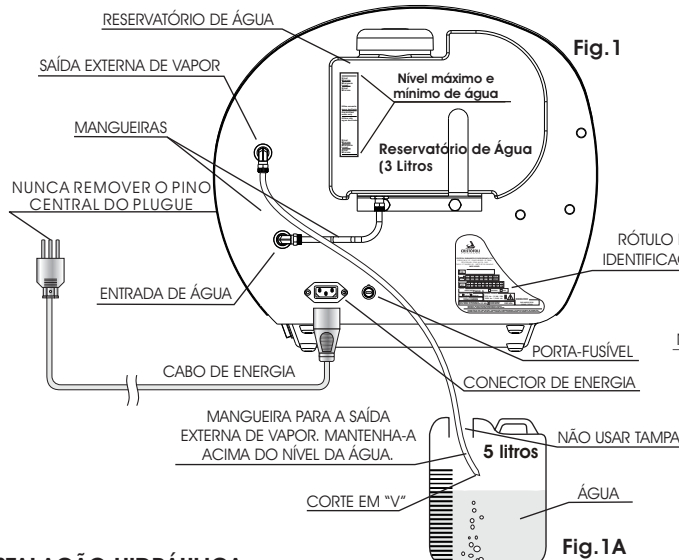

Fig. 1
As duas válvulas solenóides estão ligadas à saída de vapor. O reservatório deve ser encaixado no suporte da parte posterior da autoclave e reabastecido manualmente pelo usuário sempre que a água atingir o nível mínimo indicado (Fig. 1). A mangueira proveniente da saída externa de vapor deve ser colocada dentro de um recipiente sem tampa posicionado 40 cm abaixo do nível da autoclave com água comum para a despressurização (Fig. 1A), neste caso, a mangueira deve estar **acima do nível da água** com um corte em "V" na sua extremidade, ou conectada a uma tubulação de esgoto que suporte a temperatura de 100°C. As mangueiras também devem ser inspecionadas anualmente para a verificação de suas condições gerais e possíveis obstruções.
- 2► **RESERVATÓRIO DE ÁGUA** - Recipiente plástico com capacidade para 3 litros. O reservatório tem como função abastecer a câmara com aproximadamente 250 ml de água antes de cada ciclo de esterilização (Fig. 1).
- 11►ENTRADA DE ÁGUA** - Localizada na parte posterior inferior da autoclave, serve para a conexão do reservatório de água à câmara da autoclave. É através dessa conexão que o reservatório fornece a quantidade necessária de água (aproximadamente 250 ml) no início de cada ciclo (Fig.1, pág. 8). Consulte "*Instruções de Instalação*" tópico "*Instalação Hidráulica*" (Pág.8).
- ATENÇÃO!** Ao colocar os materiais na autoclave, tome sempre cuidado para não encostá-los nos orifícios internos, isso ocasionará interferência no ciclo. Consulte item 6.4 (Pág.20).
- 12►SAÍDA EXTERNA DE VAPOR** - Localizada na parte posterior superior da autoclave (Fig.1, pág. 8). É onde é conectada a mangueira para a liberação do vapor ao final do ciclo, que por sua vez é ligada à tubulação de esgoto ou a um recipiente com água, próprio para a despressurização (Fig.1, pág. 8). Consulte "*Instruções de Instalação*" tópico "*Instalação Hidráulica*" (Pág. 8).
- 16►RESERVATÓRIO DE ÁGUA** - Usado para armazenar a **água destilada** necessária para o processo de esterilização (Fig. 1, pág. 8).
- 17►CABO DE ENERGIA** - Usado para conectar o equipamento à rede elétrica, (Fig. 1, pág. 8).
- 18►MANGUEIRAS** - São fornecidas 2 mangueiras de poliamida, uma com 87 cm de comprimento para a saída de vapor e outra com 13 cm para a conexão do reservatório à entrada de água da autoclave, (Fig.1, pág. 8).